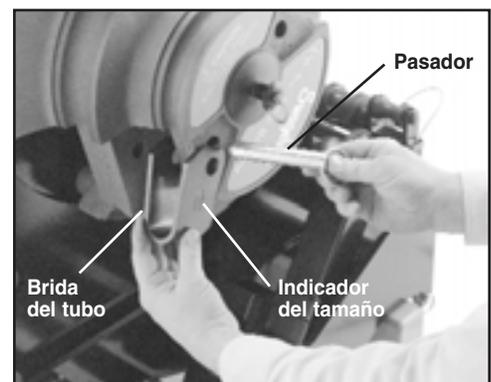

Figura 4
3. Seleccione la brida apropiada para el tubo; el tamaño está indicado en la cara de la misma. Ubique el tamaño del tubo indicado en la matriz de curvar y acople la brida con el pasador; asegúrese de que la marca que indica el tamaño esté orientada hacia afuera (véase la Figura 4).
4. Asegúrese de que el interruptor está en la posición encendido (ON) y que el botón de PARADA DE EMERGENCIA no esté activado.